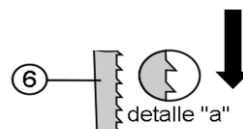
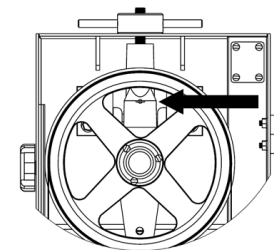
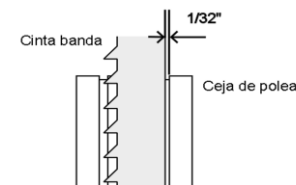

FIG. 1
FIG. 2
FIG. 3
2.- Instalación de la cinta sierra (6):
a) El primer paso es tomar la cinta sierra en la posición que va a ser colocada, la referencia son los dientes, **la dirección de los mismos deberá de ser hacia abajo, que es la dirección del corte como se muestra en el detalle "a" de la fig. 1.**
b) Ahora coloque la cinta sierra en las poleas (2 & 25), primero en la superior, luego en la inferior, colóquela ahora en las guías (15 & 16) y entre los limpiadores (20).
c) Gire la manivela del tensión (18), a favor de las manecillas del reloj, hasta que en la mirilla (1) del ensamble de la campana (31) se observe la línea roja que indica la tensión adecuada de la cinta sierra (fig 2).
d) Gire la polea superior (2) a favor de las manecillas del reloj, 2 ó 3 revoluciones con su mano **"haga esto con mucho cuidado", para verificar que todo esta correcto.**
e) Asegúrese que la cinta sierra esté bien alineada (separación de 1/32" entre ceja de polea y cinta sierra) fig. 3.
3.- Asegúrese de que las poleas (2 & 25), y la cinta sierra (6), se muevan libres de cualquier objeto.